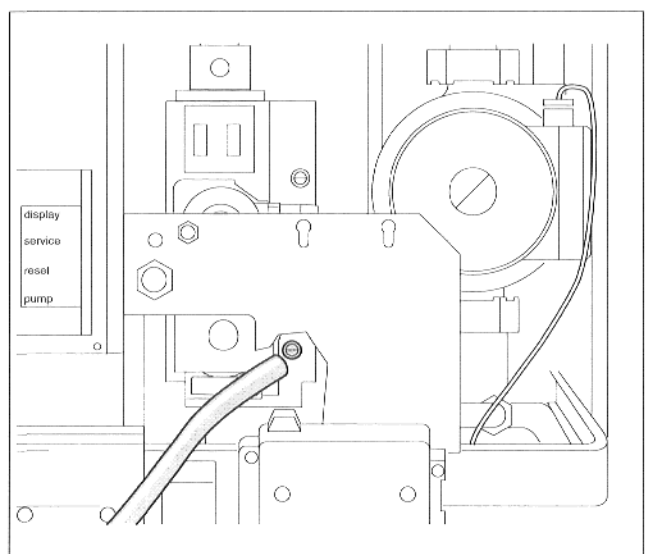

Abb. 18 Gasanschlußdruck messen
- Verschlußschraube am Prüfnippel für Gasanschlußdruck (Abb. 18) zwei Umdrehungen lösen.